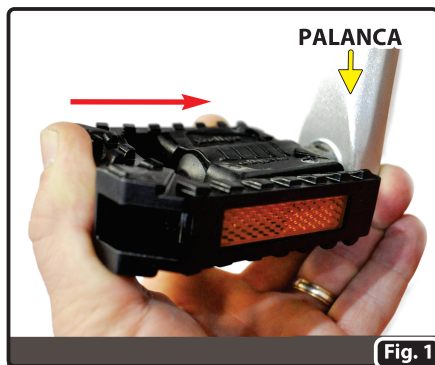

Fig. 1
- Presionar el **pedal** contra el **eje de la palanca** (Fig. 1).